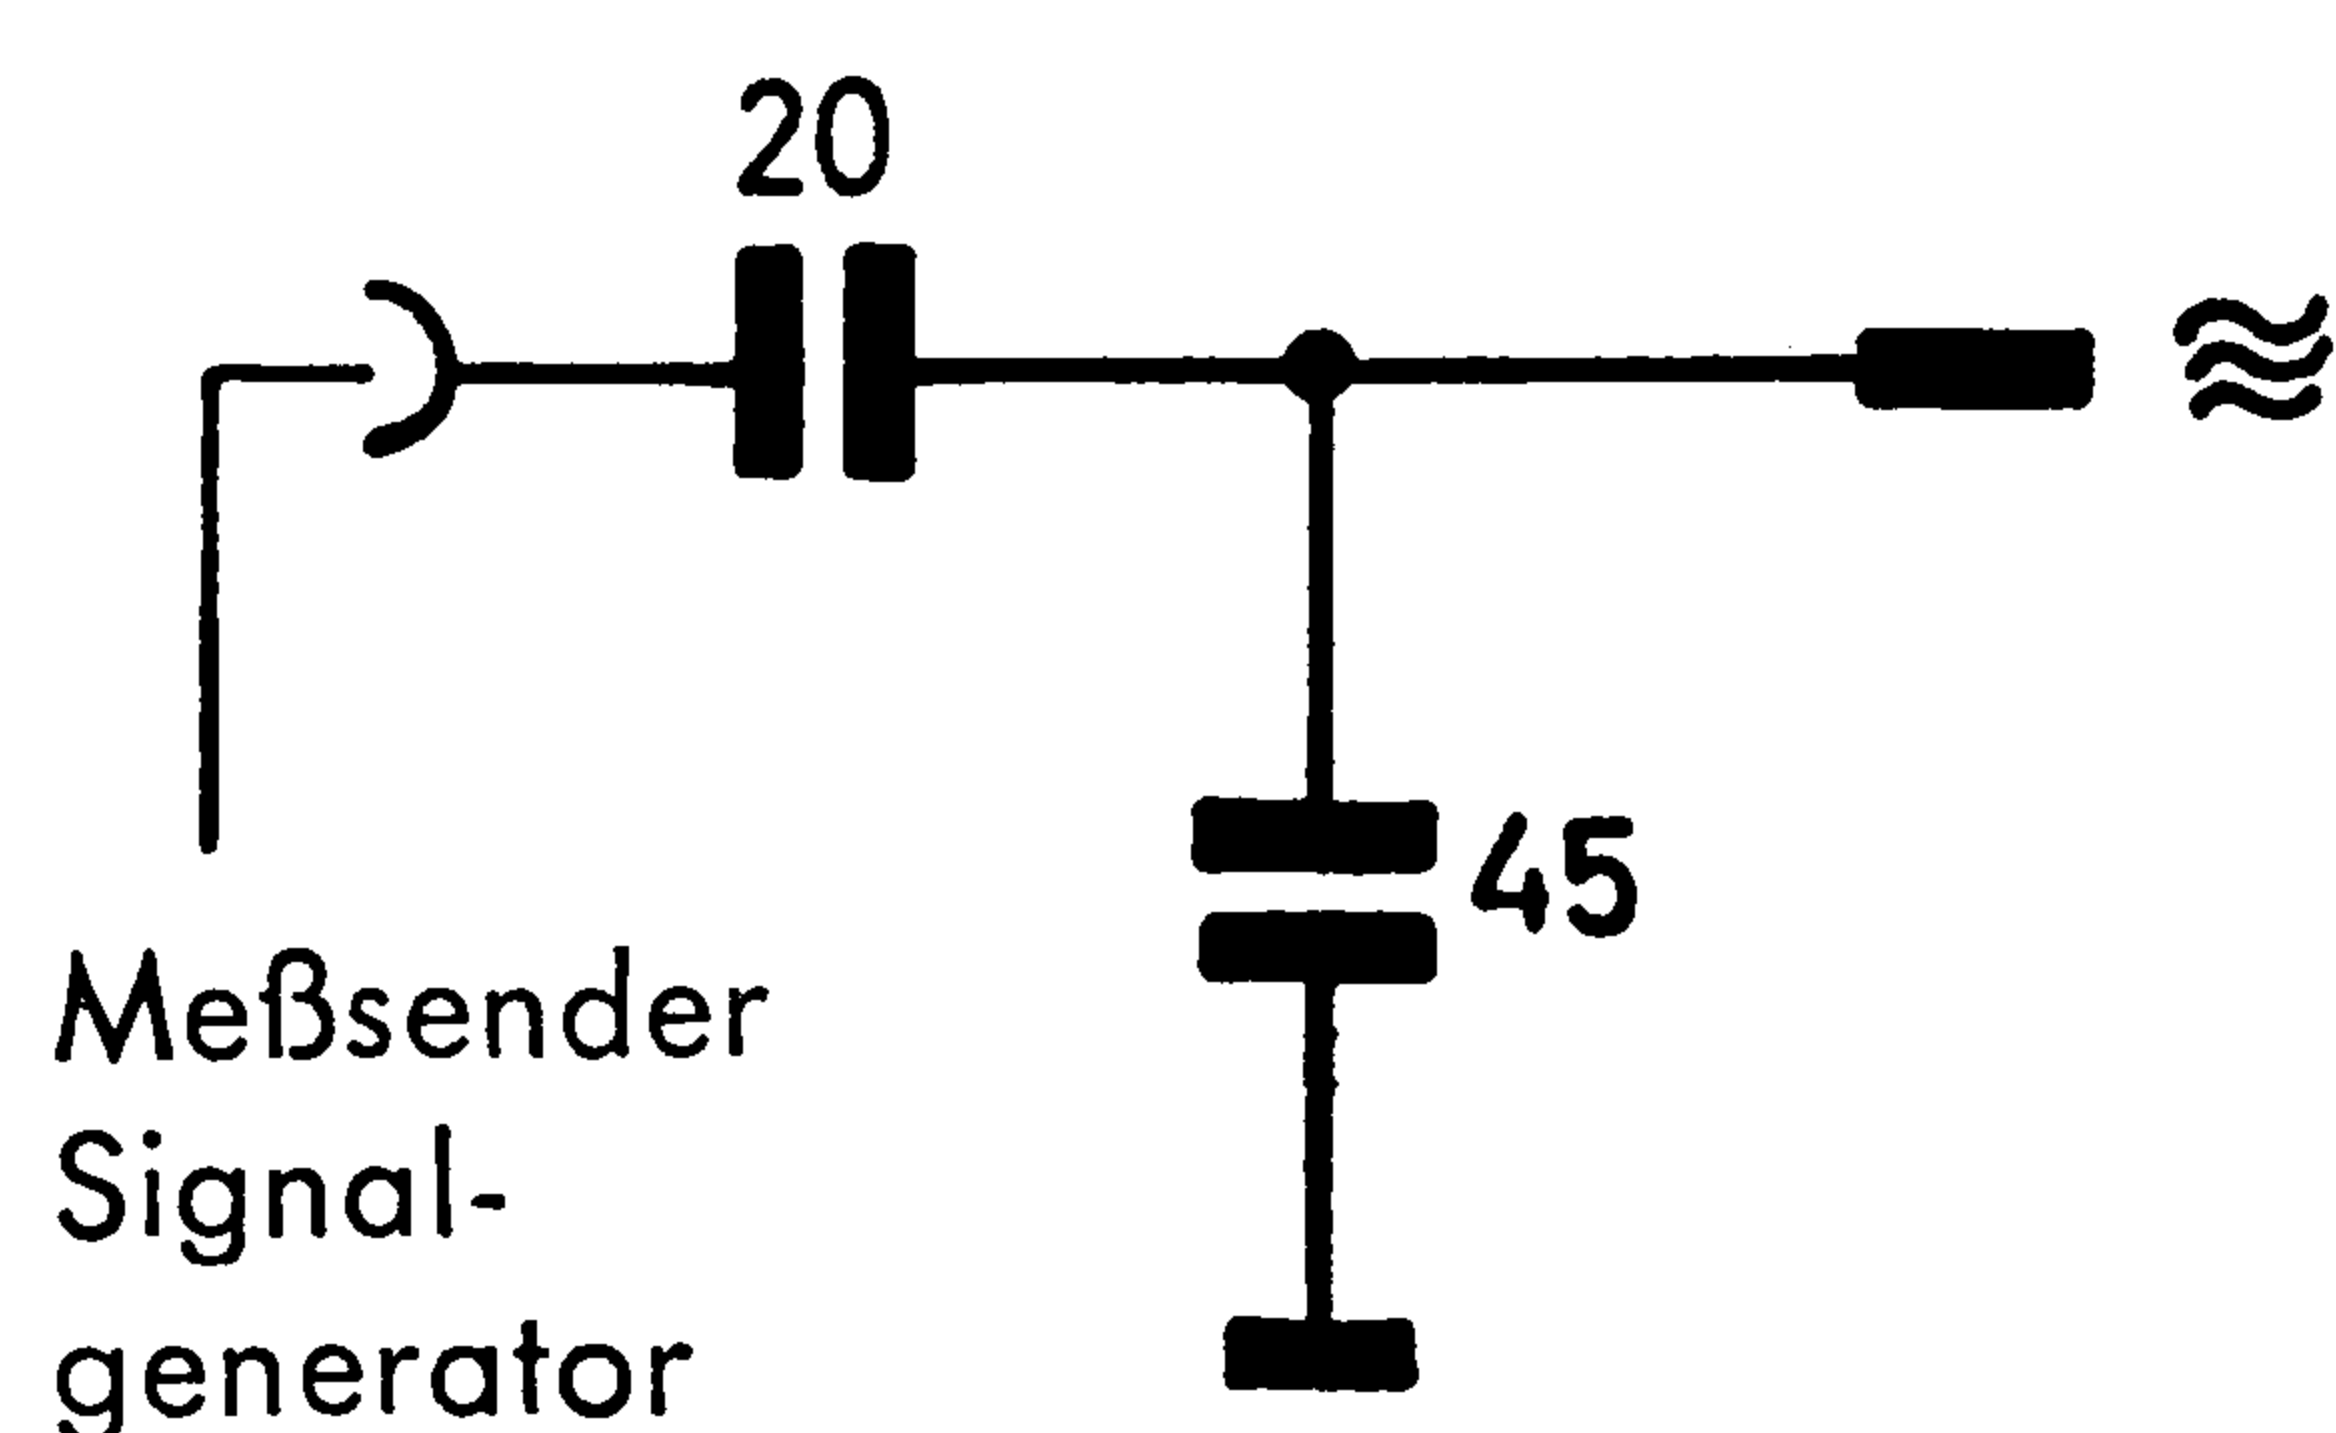

Fig. 9
6. Beim AM-Abgleich künstliche Antenne, Fig. 9, verwenden.
6. For AM alignment use dummy antenna, see fig. 9.